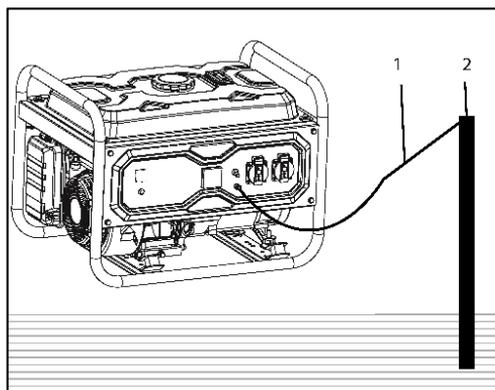

Рис.5
Другой конец провода (1) подсоедините к металлической трубе, арматуре или др. (2) (Рис. 5).